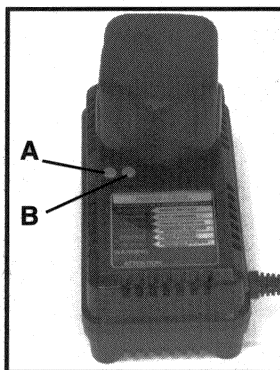

Fig. 5
Assurez vous que le voltage du circuit de puissance est le même que celui indiqué sur la plaquette des spécifications qui est sur le chargeur. Etablissez la connexion entre le chargeur et la prise de courant. Une lumière verte (A) Fig. 5 devrait commencer à clignoter. Ceci indique que le chargeur est prêt à commencer à charger.
Positionnez le bloc porte-piles sur le chargeur en faisant attention à ce que la languette du bloc porte-piles se trouve bien dans l'alignement de la fente du chargeur. Insérez le bloc porte-piles dans le chargeur (voir la Fig. 5). **NE FORCEZ PAS.** Si le bloc porte-piles refuse de s'insérer facilement, vous êtes en train de l'insérer incorrectement. Alignez à nouveau la languette du bloc porte-piles avec la fente du chargeur et essayer une nouvelle fois.
La lumière verte (A) Fig. 5 devrait maintenant commencer à luire continuellement. Ceci indique que le bloc porte-piles est en train de recevoir une charge rapide (si la lumière verte ne luit pas constamment, ou si la lumière rouge (B) Fig. 5 commence également à clignoter, consulter la section DIAGNOSTIQUE). Après une heure environ, l'indicateur lumineux pour la "Charge Rapide" devrait s'éteindre indiquant ainsi que le bloc porte-piles est entièrement chargé et que le chargeur fonctionne maintenant en "Charge d'appoint". On peut laisser le bloc porte-piles sur le mode "Charge d'appoint" jusqu'à ce que l'on désire en faire usage.
Le chargeur Modèle 8301 est équipé d'un système diagnostique qui vérifie automatiquement la batterie chaque fois qu'un bloc porte-piles est inséré dans le chargeur. S'il ne détecte aucun problème, le chargeur passera automatiquement sur le mode d'opération "Charge Rapide" tel que celui-ci est décrit dans la section CHARGEMENT NORMAL. Si un problème est détecté, celui-ci sera indiqué par les indicateurs lumineux du chargeur (voir Fig. 5) de la manière suivante: